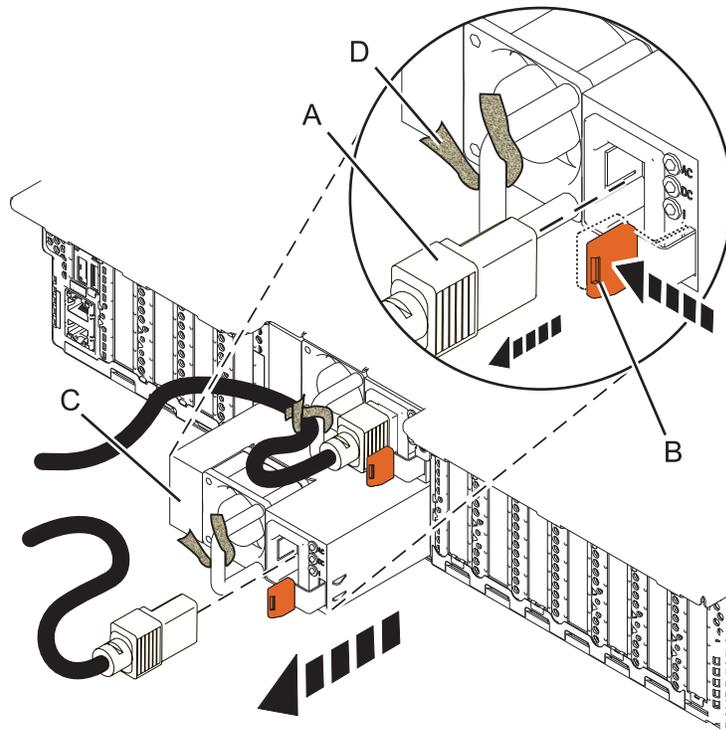

Abbildung 10. Ausbau eines Netzteils aus dem System
3. Kennzeichnen Sie das Netzkabel und trennen Sie es von dem Netzteil, indem Sie das Ende des Netzkabels (A) in der Richtung aus dem Netzteil ziehen, wie in Abb. 10 auf Seite 14.
4. Um das Netzteil aus seiner Position im System zu entnehmen, drücken Sie die terrakottafarbene Sperrzunge (B) in die Richtung von Abb. 10 auf Seite 14.
5. Um das am Griff befestigte Netzkabel zu lösen, öffnen Sie den Klettverschluss (D) und ziehen Sie das Netzkabel vom Netzteil (C) weg. Achten Sie darauf, dass der Klettverschluss (D) am Netzkabel verbleibt.
6. Ziehen Sie das Netzteil (C) vom System weg, wie in Abb. 10.